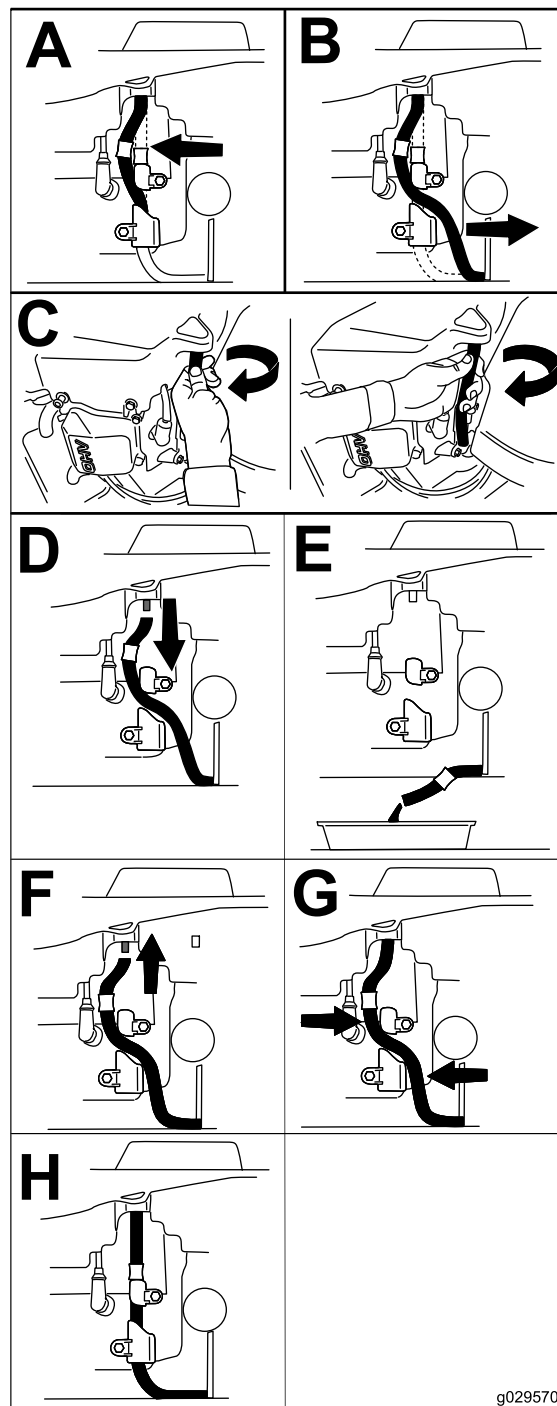

Figura 41
3. Purgue o óleo do motor (Figura 41).